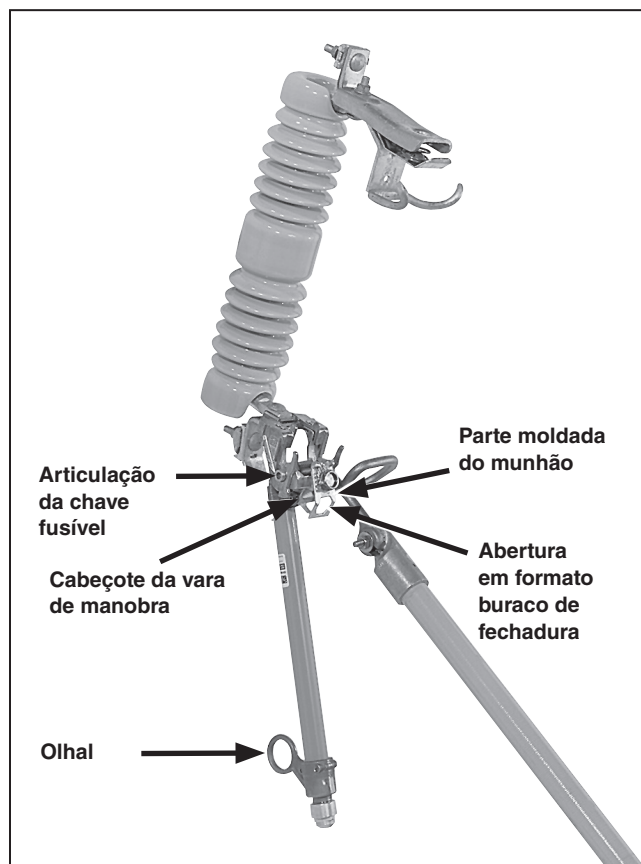

Figura 6. Instalação do tubo fusível.
- PASSO 2.** Leve o tubo fusível até a articulação da chave fusível, como mostrado na Figura 6, e desengate a vara de manobra.
Após uma operação de abertura usando a ferramenta Loadbuster, o tubo fusível pode ser retirado da articulação da chave fusível usando uma vara de manobra universal equipada com um acessório adequado de manipulação de fusíveis, como uma ferramenta de mão Talon ou um cabeçote de distribuição. Ver Figura 6 na página 11.